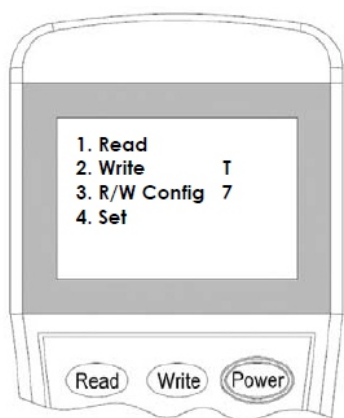

Figura 14
3. Ligue o programador e pressione o botão “3” para entrar no modo de configuração (Figura 14).